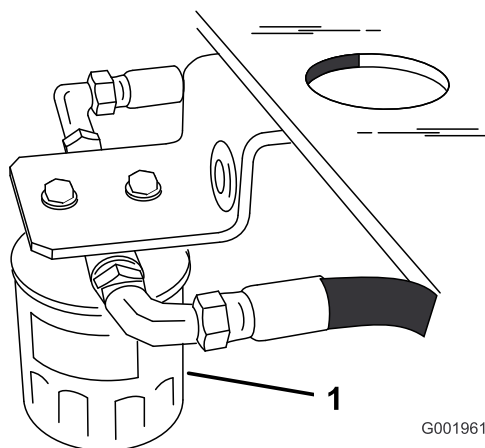

Figura 47
4. Individuate il filtro situato sotto il serbatoio carburante e collocate una bacinella di spurgo sotto il filtro (Figura 47).
5. Togliete il filtro usato e tergete la superficie della guarnizione del riduttore del filtro (Figura 47).